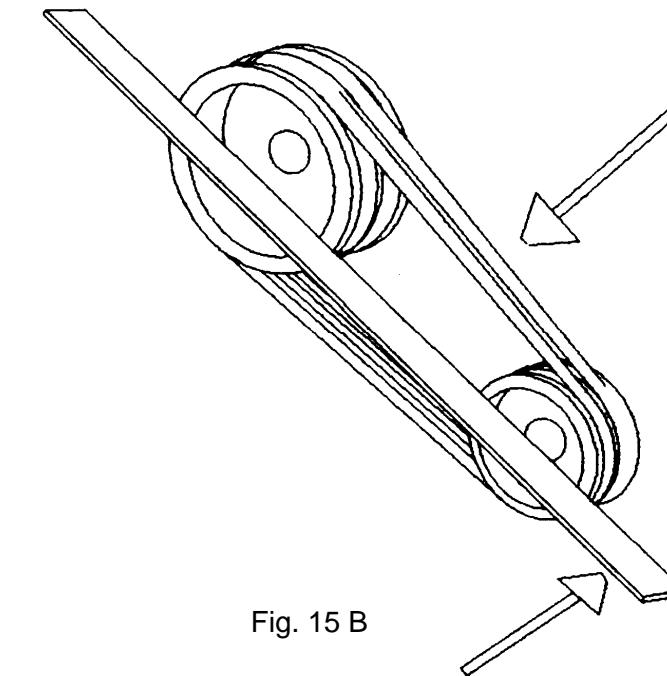

Fig. 15 B
- Vérifier à l'aide d'une barre que les poulies soient alignées afin d'éviter un surchauffement des courroies ou leur usure(voir fig. 15 B). Régler à nouveau la tension des courroies. .
Prüfen Sie mit Hilfe einer Stange, dass Scheiben und Keilriement nach oben ausgerichtet sind, um Überhitzung und Reissen der Keilriement zu vermeiden (Abb.15 B)
Neem de spanning van de V-snaren weg (zie paragraaf "vervangen van V-snaren") Blokkeer de conussen (Zie Fig. 16). Controleer met een stang of de riemschijven goed uitgelijnd zijn ten einde verhitting van de V-snaren te voorkomen. (Zie Fig. 15 B). Stel de spanning van de V-snaren opnieuw in.
(See Fig. 15 B).